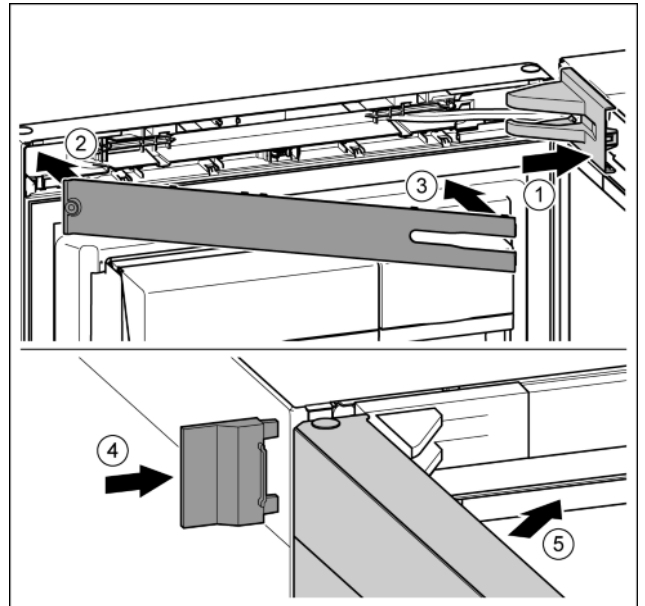

Fig. 23
- ▶ Poser et enclencher le cache du support de palier, l'introduire en appuyant délicatement. Fig. 23 (1)
- ▶ Poser le cache. Fig. 23 (2)
- ▶ Incliner le cache et l'enclencher. Fig. 23 (3)
- ▶ Enfiler le cache extérieur. Fig. 23 (4)
- ▶ Fermer la porte supérieure. Fig. 23 (5)